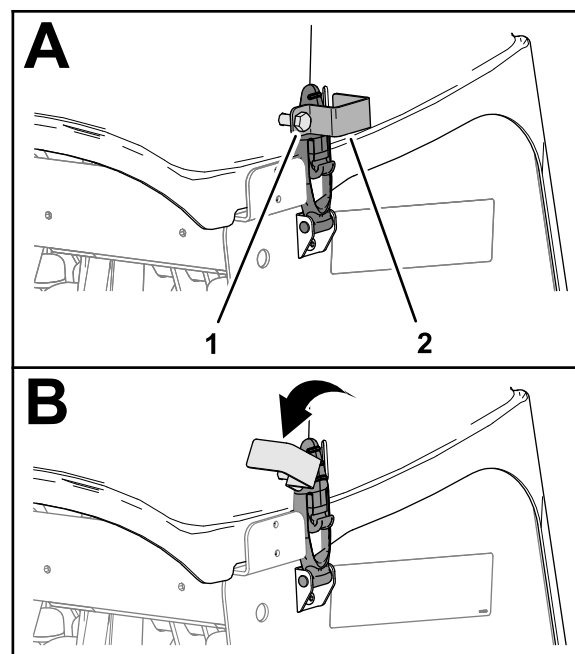

Figure 149
1. Si la machine est équipée de verrous CE, desserrez le boulon de la plaque de verrouillage jusqu'à ce qu'elle sorte de la fente dans le côté du capot de la tête d'aération (Figure 149).
2. Faites pivoter la plaque de verrouillage pour l'écarter du verrou (Figure 149).